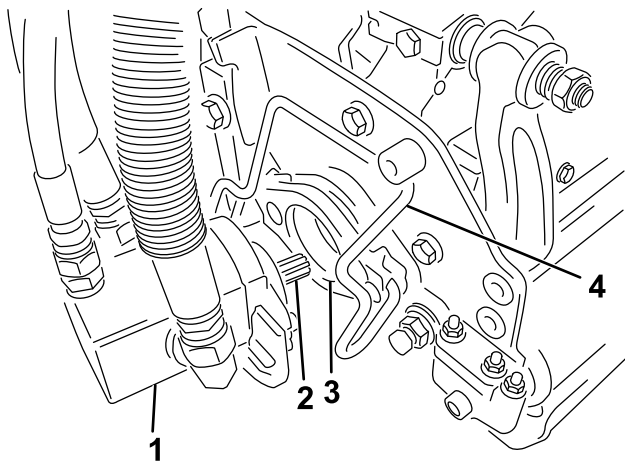

Figure 35
- Enduisez de graisse propre l'arbre cannelé du moteur de plateau de coupe (Figure 35).
- Insérez le moteur dans le côté gauche du plateau de coupe (vu de la position de l'utilisateur) et tirez la barre de retenue du moteur située sur le plateau de coupe vers le moteur jusqu'à ce qu'un déclic soit entendu des deux côtés du moteur (Figure 35).